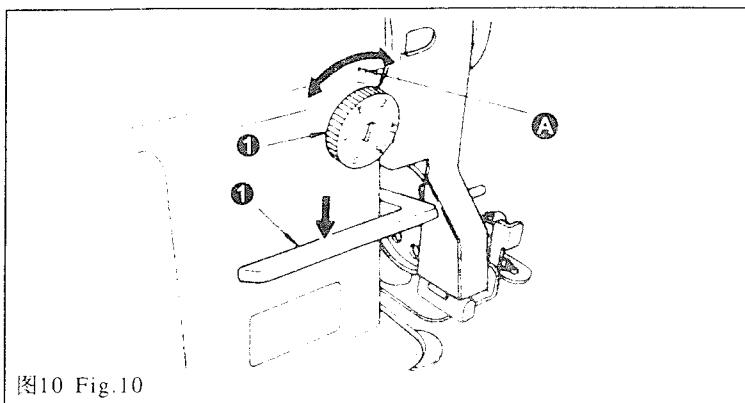

图10 Fig.10
6. 针距的调节(图10)
6. ADJUSTING THE STITCH LENGTH (Fig. 10)